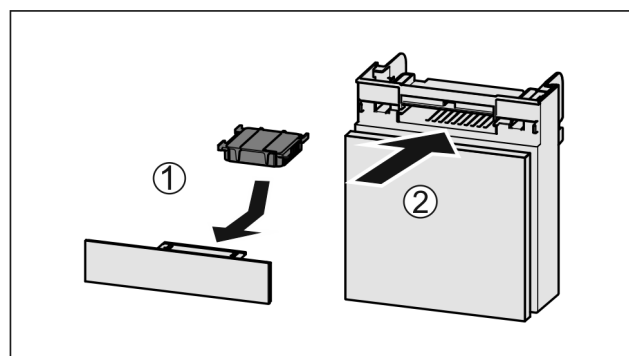

Fig. 130
- ▶ Wkładać Fig. 130 (1) filtr z węglem aktywowanym zgodnie z ilustracją.
- ▶ Wsunąć komorę Fig. 130 (2).